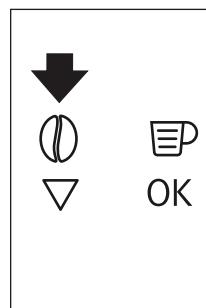

Рис. 15
- Нажмите значок  $\odot$  (B4) (рис. 15) и выберите функцию молотого кофе.